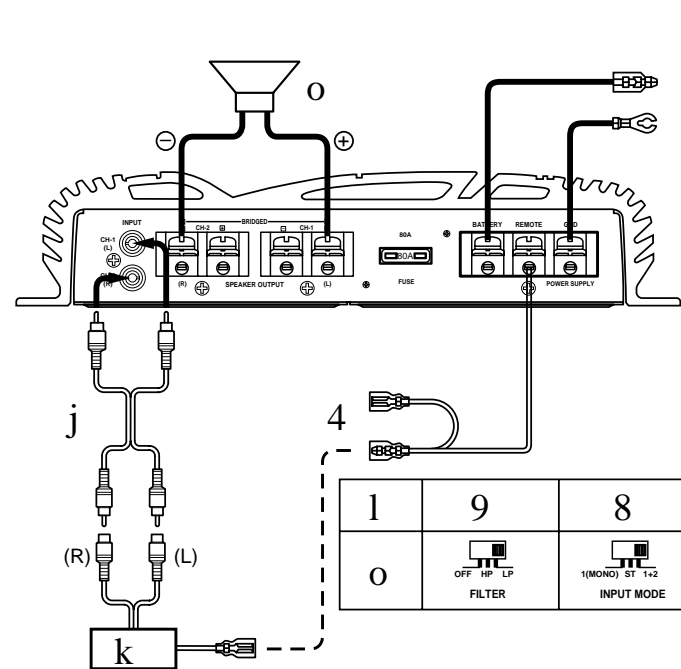

Fig. 5
- c) Fijelo en la posición "1 + 2" cuando los dos canales se utilicen para un sistema de altavoz de frecuencias ultrabajas que emplee las señales sumadas del canal derecho y del canal izquierdo. Las entradas de CH-1 y CH-2 son sumadas, luego salen a partir de los terminales de salida de altavoz CH-1 (+) y CH-2 (-). (Refiérase a la Fig. 5.)